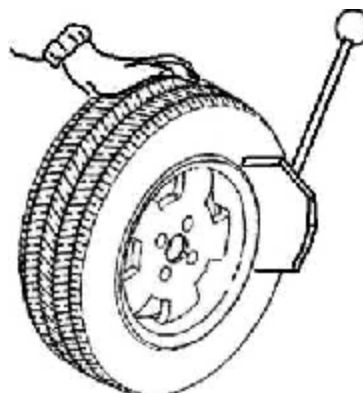

Рис.8
Установите клык отжима корда (R) против корда покрышки на расстоянии приблизительно 1см от обода (рис. 8)